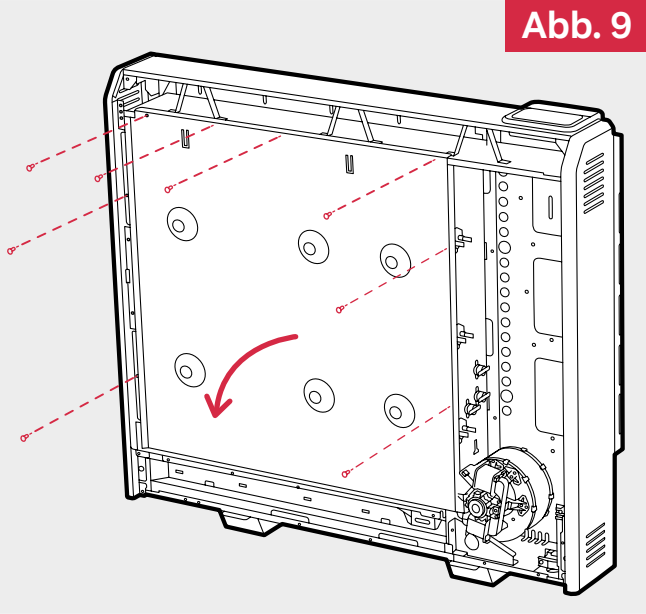

Abb. 10
10. Entfernen Sie die Pappträger an den Heizelementen und entsorgen Sie sie. (**Abb. 10**)